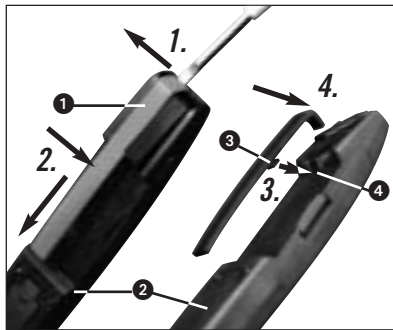

Fig. 7 : Remplacement du clip
4.6 Remplacement du clip (Fig. 7)